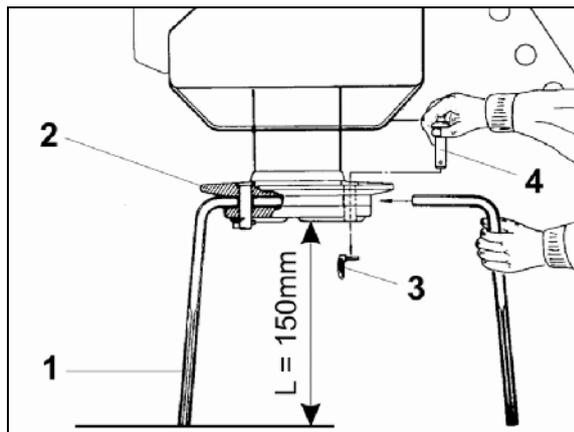

Fig. 57
Die Bodenbearbeitungszinken (Fig. 57/1) sind in den Taschen der Werkzeugträger (Fig. 57/2) befestigt.
1. Klapstecker (Fig. 57/3) aus dem Bolzen (Fig. 57/4) herausziehen.
2. Bolzen (Fig. 57/4) nach oben aus dem Werkzeugträger herausschlagen.